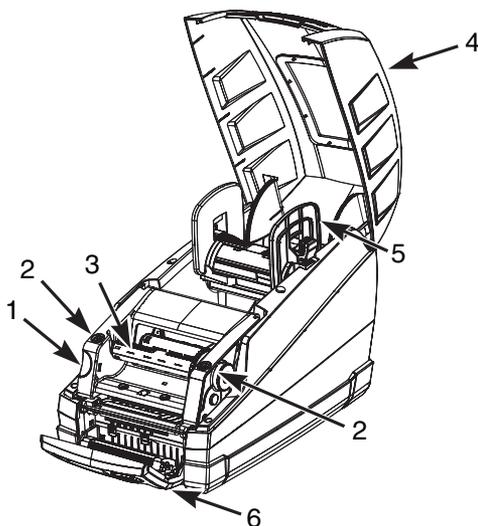
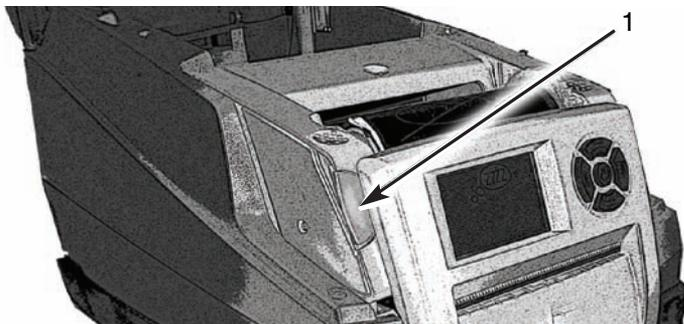
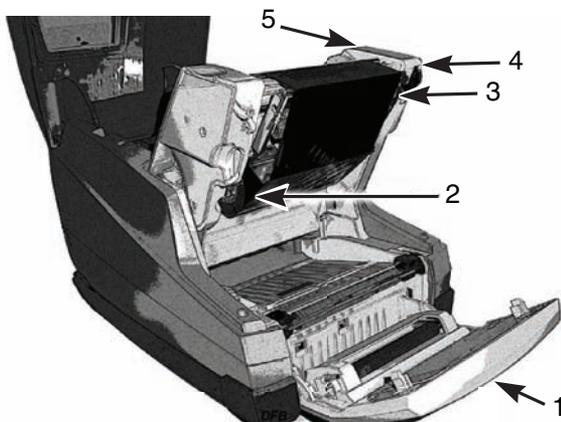
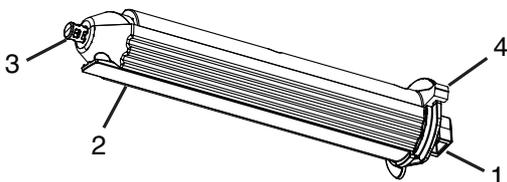

Рисунок 11, Принтер IP Brady
Рисунок 12, Кнопка освобождения модуля печати
Рисунок 13, Загрузка ленты
Рисунок 14, Приемный шпиндель для ленты
- Откройте крышку принтера IP Brady (**Рисунок 11, 4**).
1. Откройте крышку (**Рисунок 11, 4**) и нажмите зеленую кнопку освобождения модуля печати (**Рисунок 12, 1**), чтобы открыть панель управления (**Рисунок 13, 1**).
2. Поднимите модуль печати (**Рисунок 13, 4**).
3. Расположите прямоугольный торец нового ленточного шпинделя в квадратном пазу на правой стороне принтера, слегка прижмите шпиндель вправо и вставьте другой торец шпинделя в паз (**Рисунок 13, 2**) на левой стороне принтера.
4. Протяните конец ленты вперед и над термографической печатающей головкой (**Рисунок 13, 3**) заведите на приемный шпиндель для ленты (**Рисунок 14**).
Для замены приемного шпинделя для ленты установите прямоугольный торец (**Рисунок 14, 1**) шпинделя в прямоугольном пазу на правой стороне принтера, слегка прижмите шпиндель вправо и вставьте другой торец шпинделя в паз на левой стороне принтера.
5. Вставьте конец ленты под прижимную планку для ленты (**Рисунок 14, 2**) так, чтобы приблизительно 2 дюйма (50,8 мм) высывались из-под планки.
6. Поверните регулировочное колесико (**Рисунок 13, 5**) на несколько полных оборотов так, чтобы обеспечить, что лента не будет вытягиваться из-под прижимной планки. Лента должна теперь быть прижата и выровнена напротив печатающей головки.
ПРИМЕЧАНИЕ: Для извлечения ленты из приемного шпинделя для ленты нажмите и удерживайте в нажатом положении рычаг (**Рисунок 14, 4**) для сжатия шпинделя и снимите израсходованную часть ленты со шпинделя.
7. Прижмите пальцами точки закрывания (**Рисунок 11, 2**) с обеих сторон модуля печати, пока он не защелкнется надежно на месте. Как только модуль печати защелкнулся на месте, поднимите панель управления и защелкните ее в закрытом положении.
8. Закройте крышку принтера (**Рисунок 11, 4**).